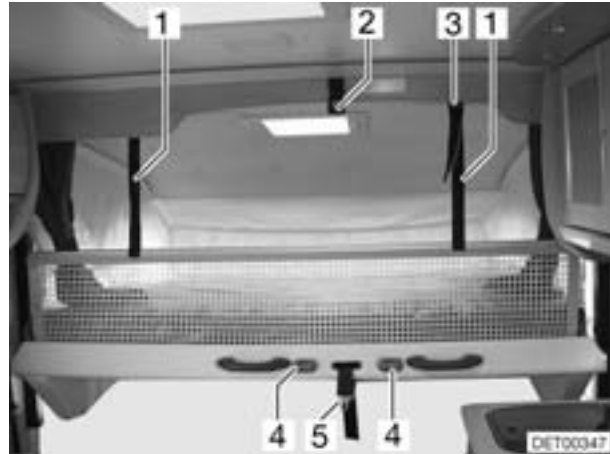

Bild 75 Hubbett
- Sicherungsgurt (Bild 75,5) am Dach (Bild 75,2) lösen.
- Hubbett mit Sicherungsgurt (Bild 75,5) am Dach (Bild 75,2) sichern.
- Die Aufstiegsleiter mit den beiden Bügeln in die Krampen (Bild 75,4) am Hubbett einhängen.
- Die Haltegurte (Bild 75,1) in die Haken (Bild 75,3) an der Decke einhängen.